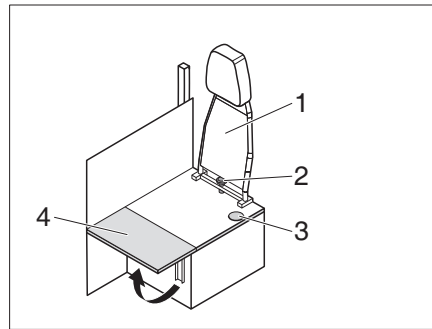

Fig. 214 Transformación del funcionamiento con el vehículo en marcha al funcionamiento para vivir y estar
- Desatornillar el tornillo de estrella (Fig. 214,2) y retirar el respaldo (Fig. 214,1) hacia arriba.
- Plegar hacia arriba la prolongación del banco de asiento (Fig. 214,4).
- ▷ Para la transformación del funcionamiento para vivir y estar al funcionamiento con el vehículo en marcha proceder en orden inverso al descrito. Asegurar que el cinturón de seguridad se introduce a través de la abertura (Fig. 214,3).